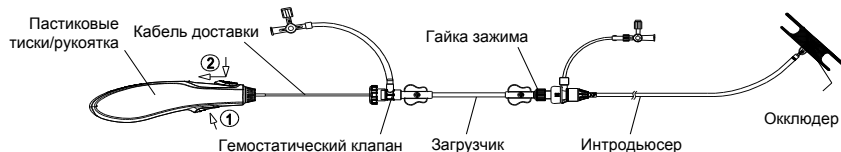

Рисунок 9.Изображение высвобождения окклюдера
- Удерживайте интродьюсер в соприкосновении с втулкой окклюдера, затем осторожно потяните кабель назад, пока он не отделится от окклюдера. Полностью удалите кабель доставки и интродьюсер из пациента (см. **Рисунок 9**).